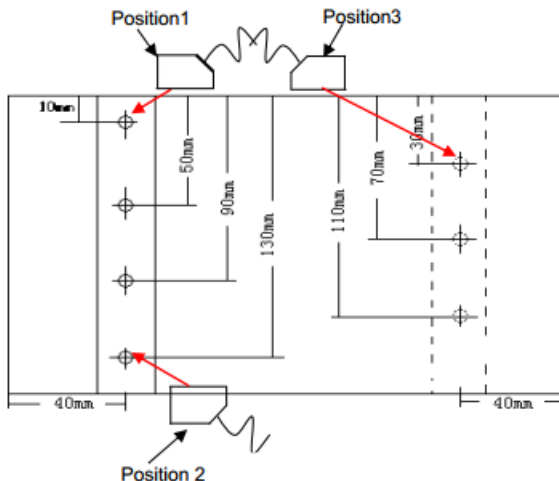

Abb. 13 Positionierung des Prüfkopfes für die Tiefenausgleichskurve
Beispiel Kalibrierung mit Kalibrierkörper in Abb. 13:
2. Prüfkopf mit Koppelgel auf den Kalibrierkörper in Position 1 aufsetzen (s. Abb. 13).